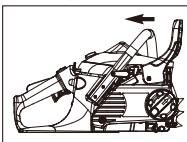

Bild. 3A
2. Versichern Sie sich, dass der KETTENBR- EMSEN-Hebel in die AUSGEKUPPELT- Position zurückgezogen ist. (Bild 3A)
3. Lockern Sie den Knauf (C) leicht durch Drehen des Knaufes entgegen der Uhrzeigerichtung. Drehen Sie dann den Kettenspannungs-Ring (B) entgegen dem